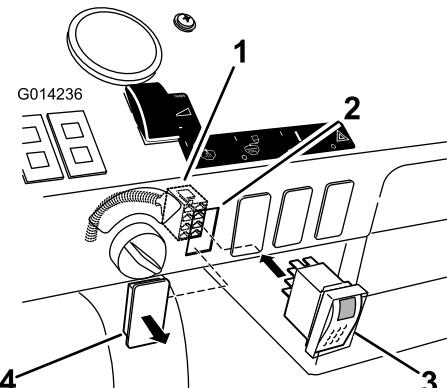

Figura 27
1. Localice el tapón del interruptor del depósito de enjuague en el salpicadero (Figura 27). Es el primer tapón contando desde la llave de contacto.
2. Retire el tapón del salpicadero (Figura 27).
4. Instale el interruptor en el conector cuadrado, a través del salpicadero (Figura 27).